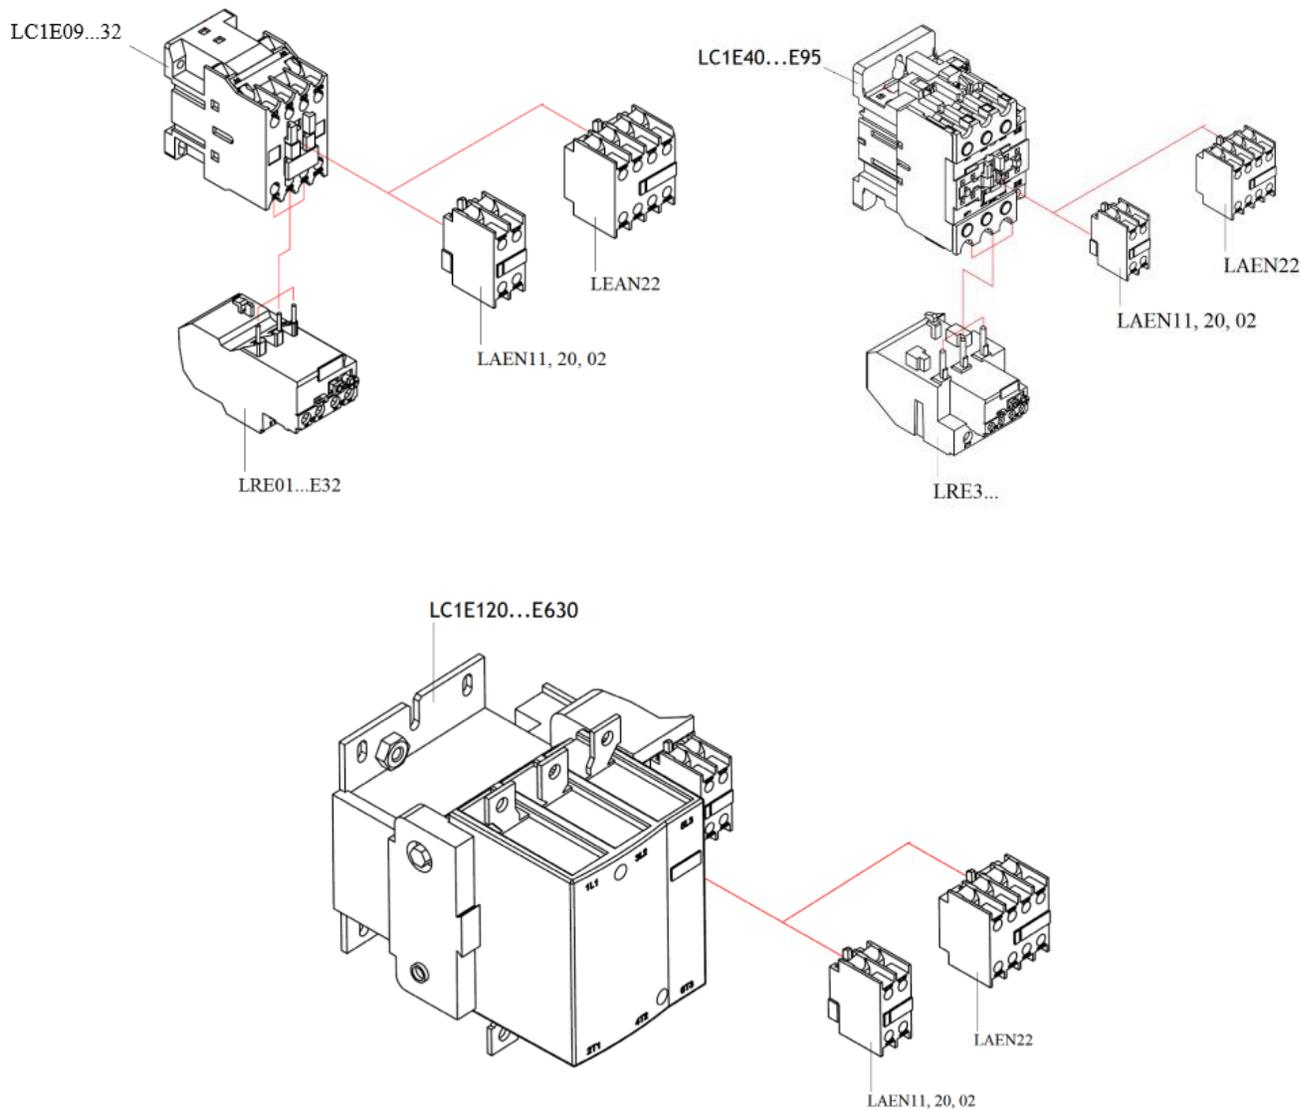

Рисунок 13. Подключение приставок LAEN и реле LRE
- приставок контактных серии LAEN, для увеличения вспомогательных контактов (рисунок 13);